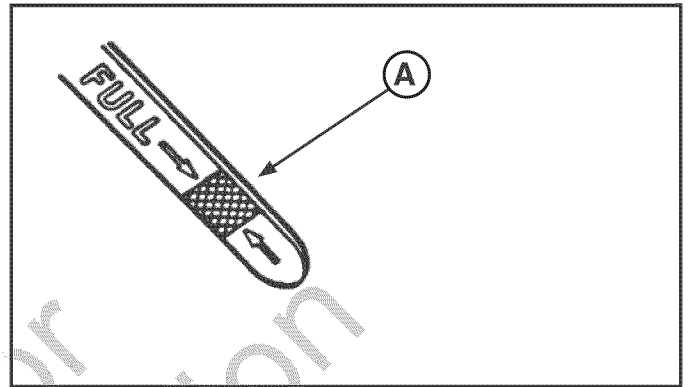

FIGURA 2
3. Revise el aceite de motor y agregue aceite, según sea necesario, hasta que el nivel llegue a la marca FULL (LLENO) (A, Figura 2).